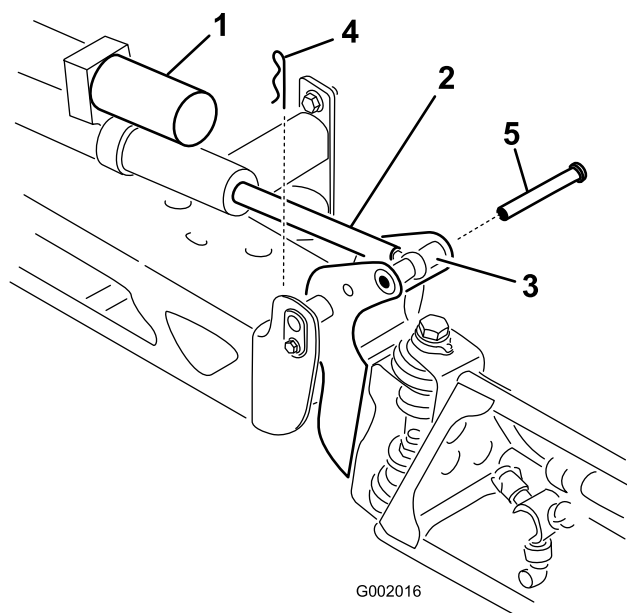

図 43
2. ピボット・ピンからコッターピンを抜き取る（図 43）。
3. ブームを持ち上げて、ピンを外す(図 43)。ブームをゆっくりと床まで降下させる。
6. ブームを持ち上げて、ピボットをアクチュエータ・ロッドに整列させる。ブームを支えながら、ブームのピボットとアクチュエータ・ロッドにピンを通す(図 43)。